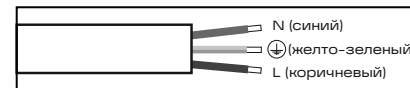

Рис. 3
- 5.13 Выполните электрическое подключение осветительного прибора согласно рис. 3 или 4 (для версии с DALI 2.0).